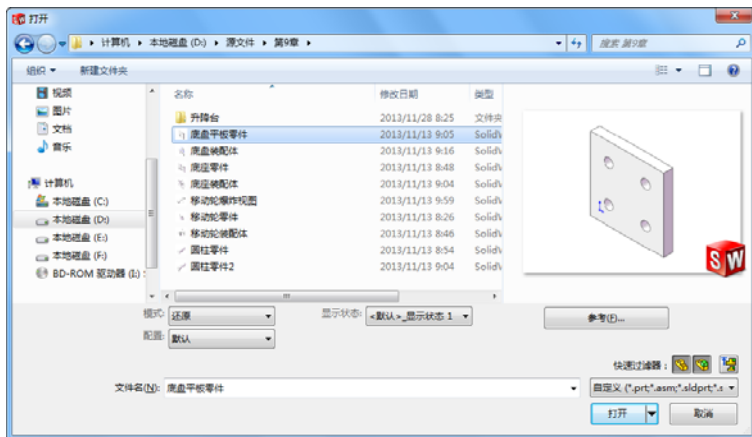

图 7-5 “打开”对话框
3. 选择需要的零件。单击属性管理器中的“浏览”按钮，此时系统弹出如图 7-5 所示“打开”对话框，在其中选择需要插入的文件。